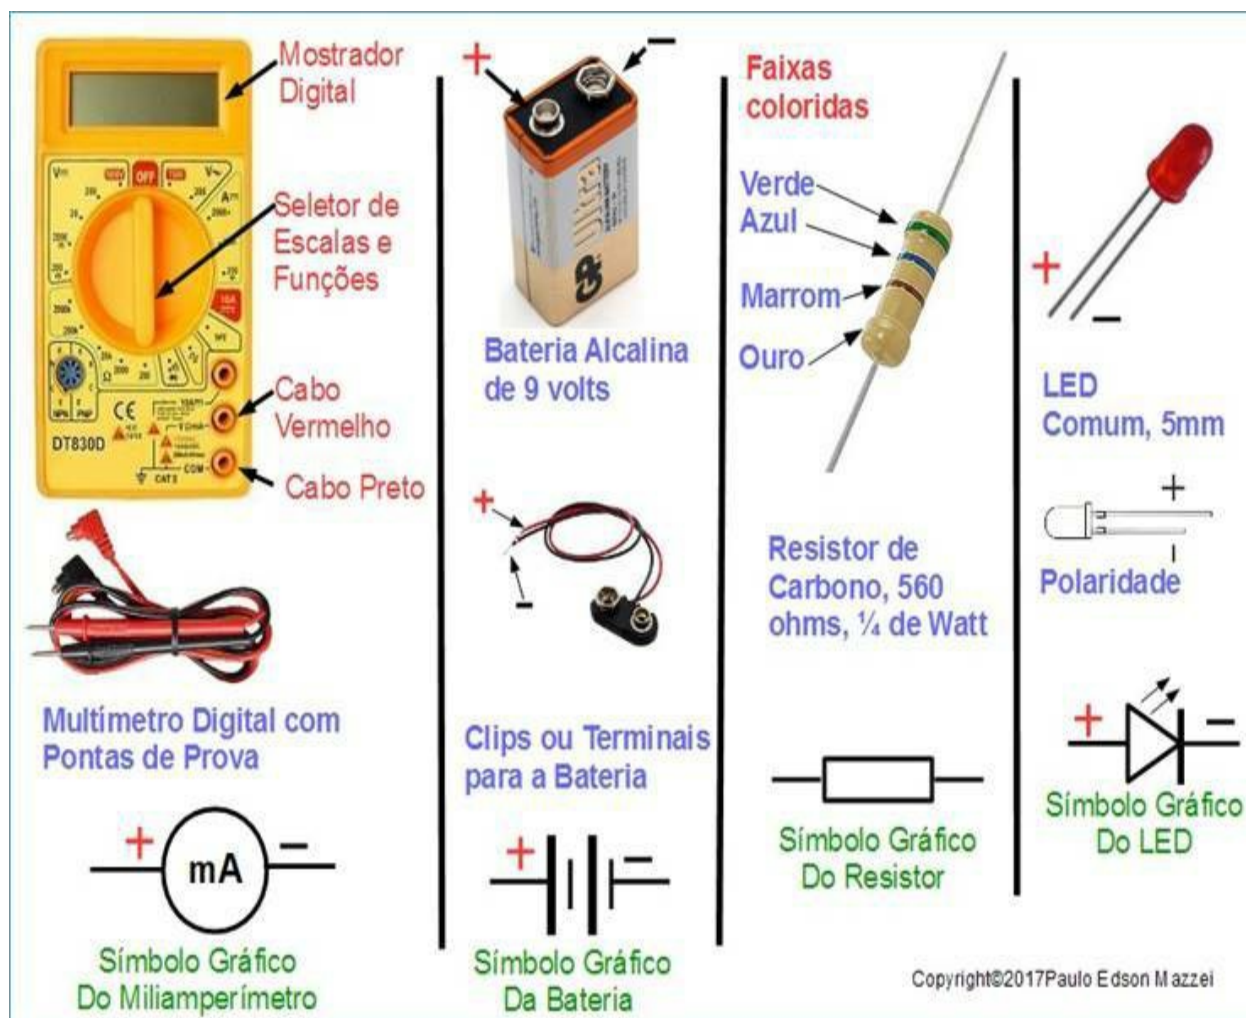

Figura 21 - Material a ser usado na experiência da Lei de Ohm.
Ver **figura 21**.
■ Podemos desenhar este circuito, usando os **símbolos gráficos de eletrônica**, que vamos ver detalhadamente mais para a frente. Cada componente eletrônico e elétrico, tem um **símbolo gráfico** associado a ele, permitindo fazer facilmente desenhos de **diagramas elétricos e eletrônicos** ao invés de usar o formato físico destes componentes. Veja os símbolos gráficos que vamos usar na **figura 21**.